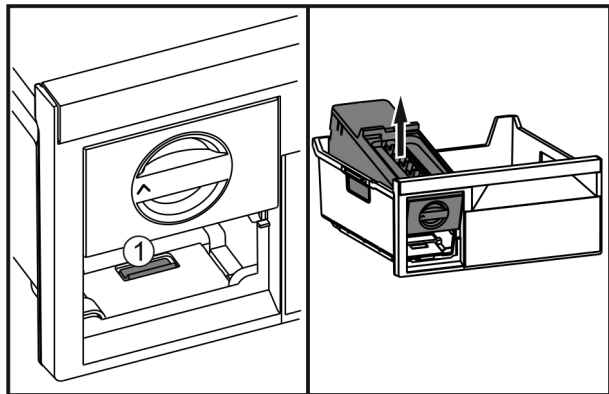

Fig. 56
- ▶ Stlačte západku Fig. 56 (1), EasyTwist-Ice zezadu zvedněte a vyjměte z mrazicí zásuvky.